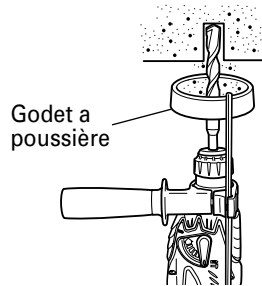
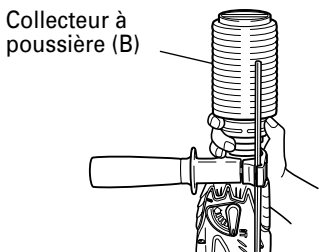

Fig. 7
Fig. 8
3. Lors de l'installation de la capuchon à poussière ou du collecteur de de poussière (B) (accessoires en option) (Fig. 7, Fig. 8)
Utiliser la capuchone à poussière en la fixant au foret comme montré dans la Fig. 7.
- Pose du collecteur à poussière (B)
Lors de l'utilisation du collecteur à poussière (B), l'insérer par le bout du foret en l'alignant avec la rainure sur la poignée. (Fig. 8)